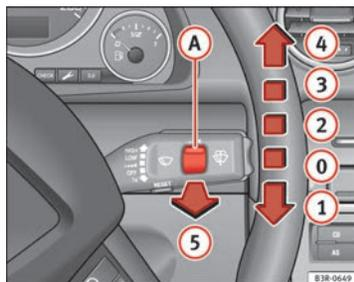

Fig. 101 Palanca del limpiaparabrisas
La palanca del limpiaparabrisas \Rightarrow fig. 101 tiene las siguientes posiciones:
Con las luces conectadas, accione el barrido automático del limpia / lavaparabrisas ⇒ fig. 101 ⑤ tirando de la palanca durante más de 1 segundo.